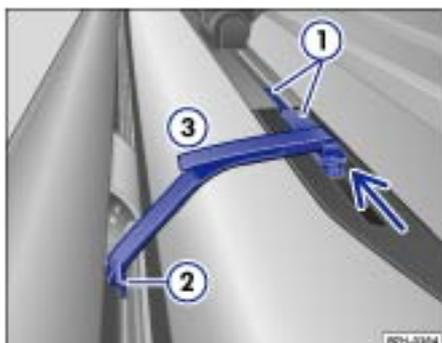

Fig. 8 Sur le toit relevable : verrouillage d'urgence complet avec bandes velcro (côté droit du véhicule)
- Insérez le rail long en plastique jusqu'en butée dans le rail en aluminium supérieur sur le cadre de pavillon, du côté droit du véhicule, en orientant l'extrémité pointue du rail long en plastique vers l'arrière du véhicule ⇒ Fig. 8①.
- Faites passer la bande autoagrippante ⇒ Fig. 8② dans la fente du rail en plastique court.
- Insérez le rail en plastique court dans le rail inférieur en aluminium du cadre de pavillon, du côté droit du véhicule → Fig. 8 (flèche) et disposez-la parallèlement au rail en plastique long. Si une marquise a été montée, insérez le rail court en plastique avec la bande autoagrippante jusqu'à ce qu'il touche le support de marquise.
- Reliez fermement les deux extrémités de la bande autoagrippante → Fig. 8③.